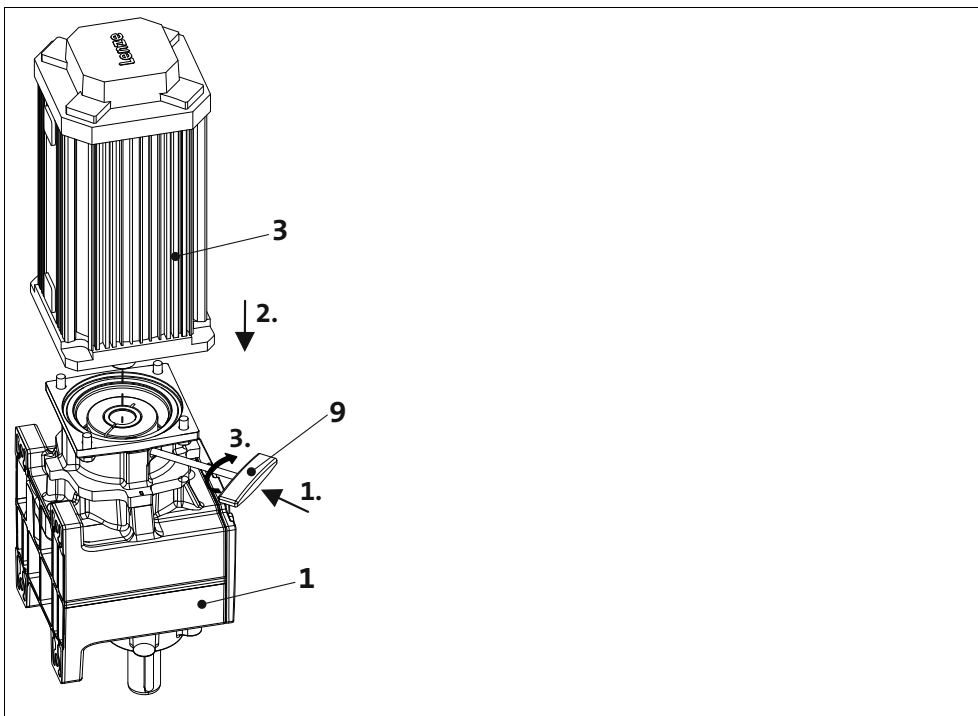

Abb. 8 Montage Motor und Getriebe
4. Anschließend Sechskantschlüssel (9) in die Klemmschraube (8) des Klemmrings (7) einführen und dort stecken lassen (Abb. 8). Die Klemmschraube (8) darf nur so fest angezogen sein, dass sich der Klemmring (7) gerade nicht verschiebt aber die Welle noch nicht zusammengezogen wird!